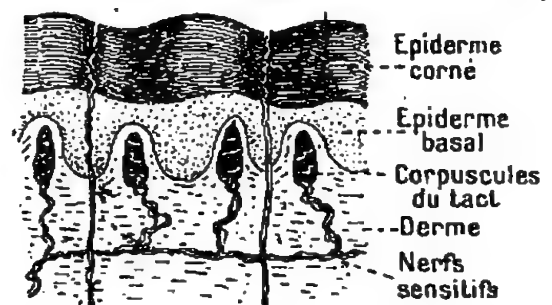

Fig. 160. — La peau, organe du tact (Coupe).
**10. La peau est l'organe du toucher.** — Elle est formée de deux parties : l'*épiderme*, à l'extérieur, et le *derme*, à l'intérieur (fig. 160).